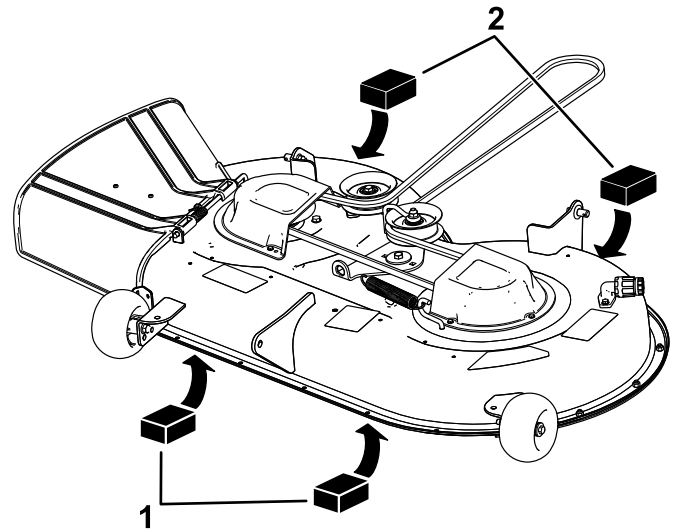

Bild 67
4. Legen Sie zwei 6,6 cm dicke Blöcke an jeder Seite unter die vordere Kante des Mähwerks, jedoch nicht unter die Halterungen der Antiskalpierrollen (Bild 67).
5. Legen Sie zwei 7,3 cm dicke Blöcke unter die hintere Kante des Mähwerks, einen an jeder Seite des Mähwerks (Bild 67).